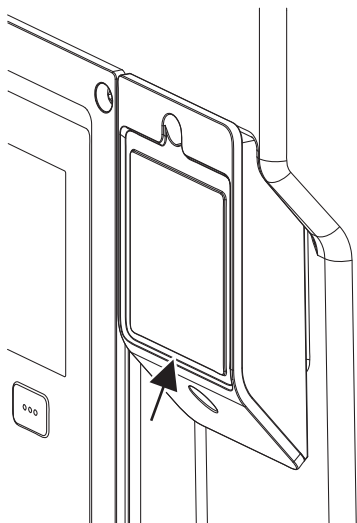

Fig. 27: Couvercle du module BT Wilo-Smart Connect
1. Desserrer la vis du couvercle du module Wilo-Smart Connect (Fig. 27) et ouvrir le couvercle.
En raison de sa conception, le module BT Wilo-Smart Connect ne peut être branché que dans un sens. Une autre fixation du module n'est pas possible. Le couvercle du module Wilo-Smart Connect (Fig. 27) sur la partie supérieure du module électronique maintient fermement le module dans l'interface.